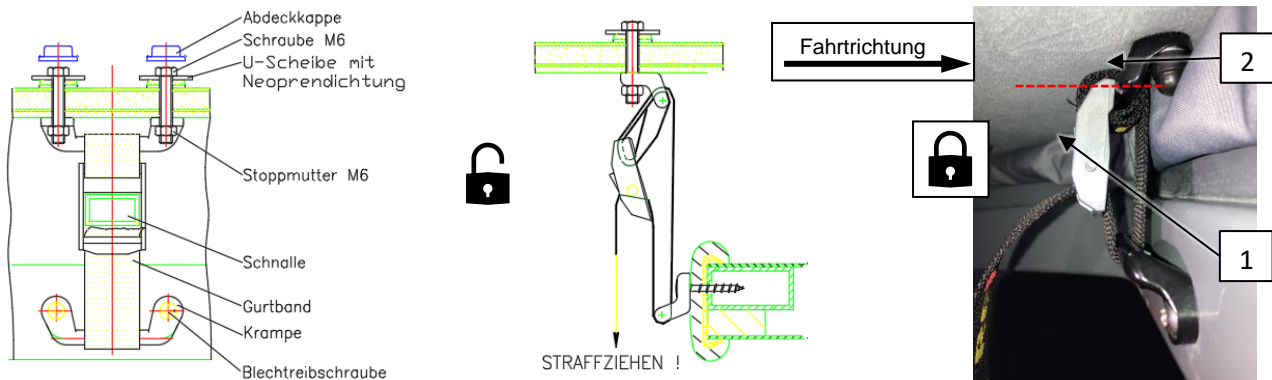

Abb. 7-1: Montage der Gurtbandführung [A0003772]
- Das Gurtband entsprechend Abb. 7-1 anbringen und straffziehen: **Die Schnalle (1) muss auf dem Bügel (2) aufliegen!**